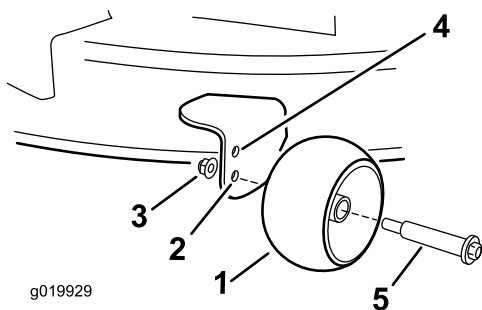

Figura 22
- Foro superiore: utilizzate questa posizione con il piatto di taglio nelle posizioni dell'altezza di taglio pari o inferiori a 63 mm (Figura 22).
- Foro inferiore: utilizzate questa posizione con il piatto di taglio nelle posizioni dell'altezza di taglio pari o superiori a 76 mm (Figura 22).